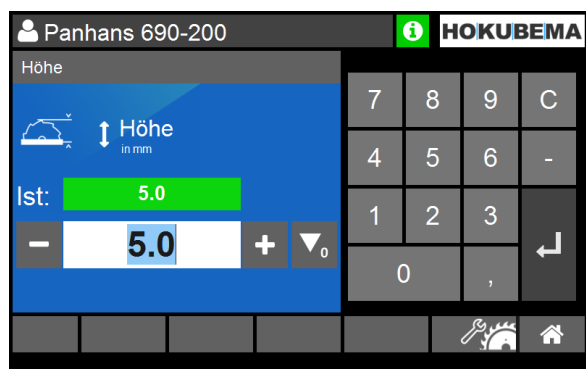

Abbildung 46: Höhe einstellen
2. Gewünschtes Maß eingeben (⇒ Abbildung 46).
4. Starten Sie den Vorgang mit der Positioniertaste (2).